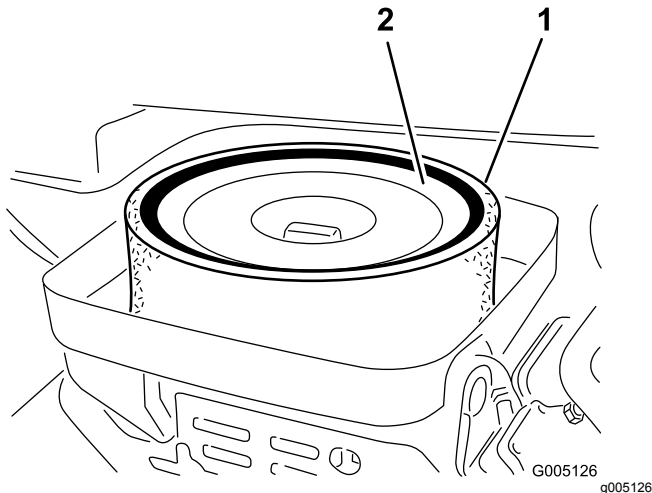

Bild 25
3. Entfernen Sie die Flügelmutter, mit der die Einsätze am Luftfiltergehäuse befestigt sind (**Bild 25**).
4. Nehmen Sie einen verschmutzten Schaumeinsatz vorsichtig vom Papiereinsatz ab (**Bild 25**). Reinigen Sie ihn gründlich wie folgt: